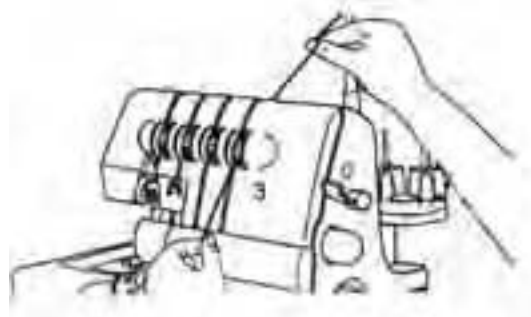

Fig. 21
3. Tenez le fil avec les doigts, guidez-le entre les disques du sélecteur de tension du fil **17** et tirez-le ensuite vers le bas (3) (Fig. 21).